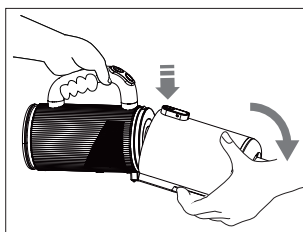

Fig. 24 – Ouvrir le bac à poussière
- ▶ Appuyez sur le bouton de déverrouillage du bac à poussière et abaissez-le (**voir Fig. 24**).